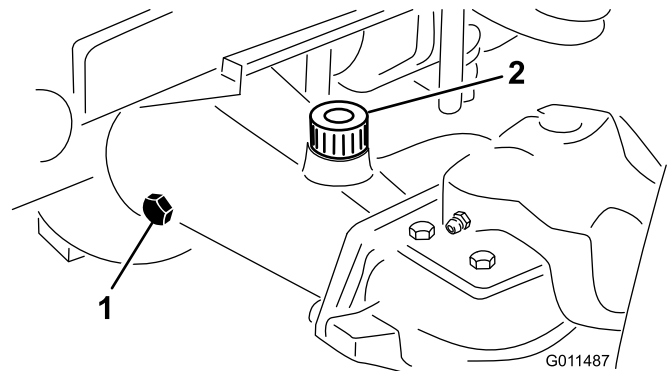

Figura 61
2. Retire o tampão de verificação que se encontra numa das extremidades do eixo e certifique-se de que existe lubrificante até ao fundo do orifício (Figura 61).